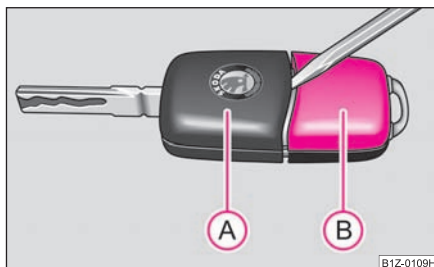

Fig. 29 Separar la llave con radiotelemando
Cada llave con mando a distancia contiene una pila que se encuentra en la tapa (B) ⇒ fig. 29 de la carcasa del emisor. Le recomendamos que lleve a cambiar la pila de la llave a un servicio oficial. No obstante, si desea cambiar usted mismo la pila usada, haga lo siguiente: